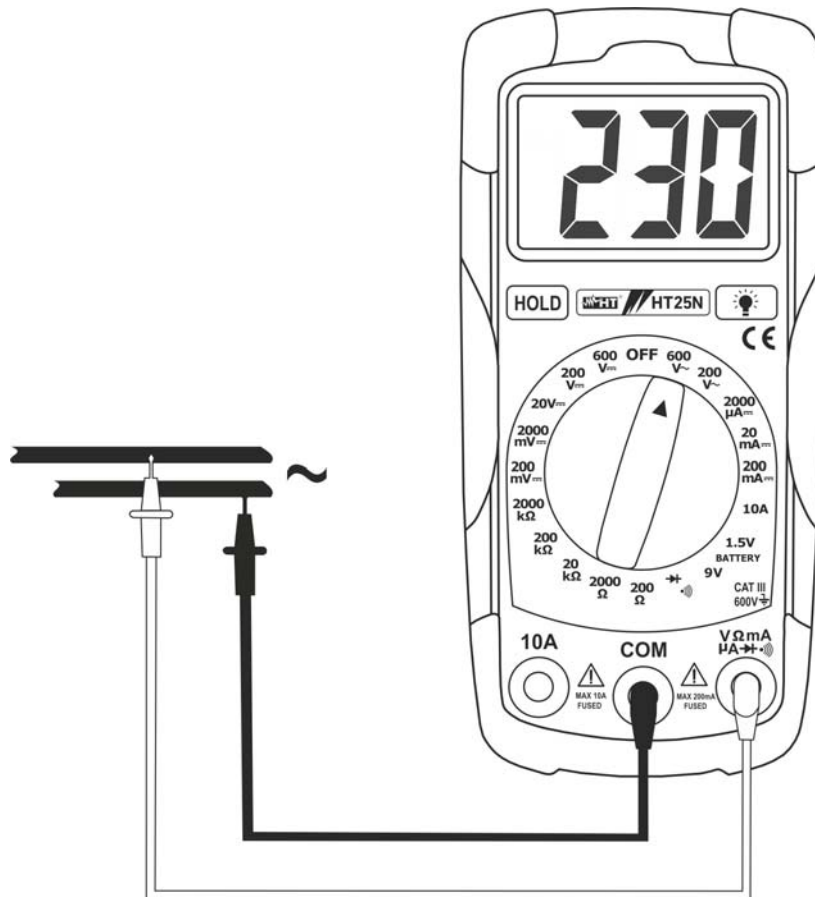

Fig. 3: Uso do instrumento para medir Tensões CA
3. Colocar a ponteira vermelha e a ponteira preta respetivamente nos pontos do circuito em exame (ver Fig. 3). O valor da tensão é apresentado no display.